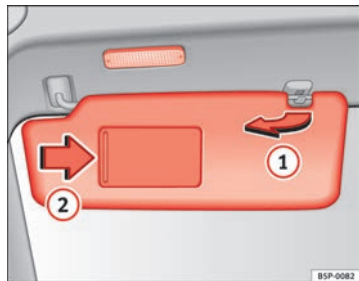

Fig. 82 Parasol del lado del conductor
Los parasoles del conductor y del acompañante pueden extraerse de sus soportes centrales y girarse hacia las puertas → fig. 82 ①.